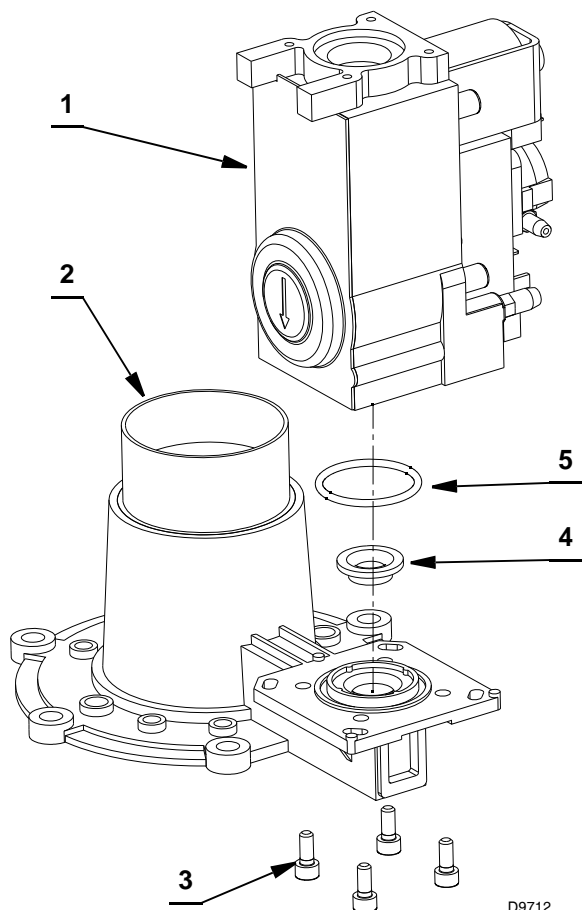

Fig. 12
- Démontez la vanne du gaz 1) (Fig. 12) du groupe venturi 2) en enlevant les vis 3).